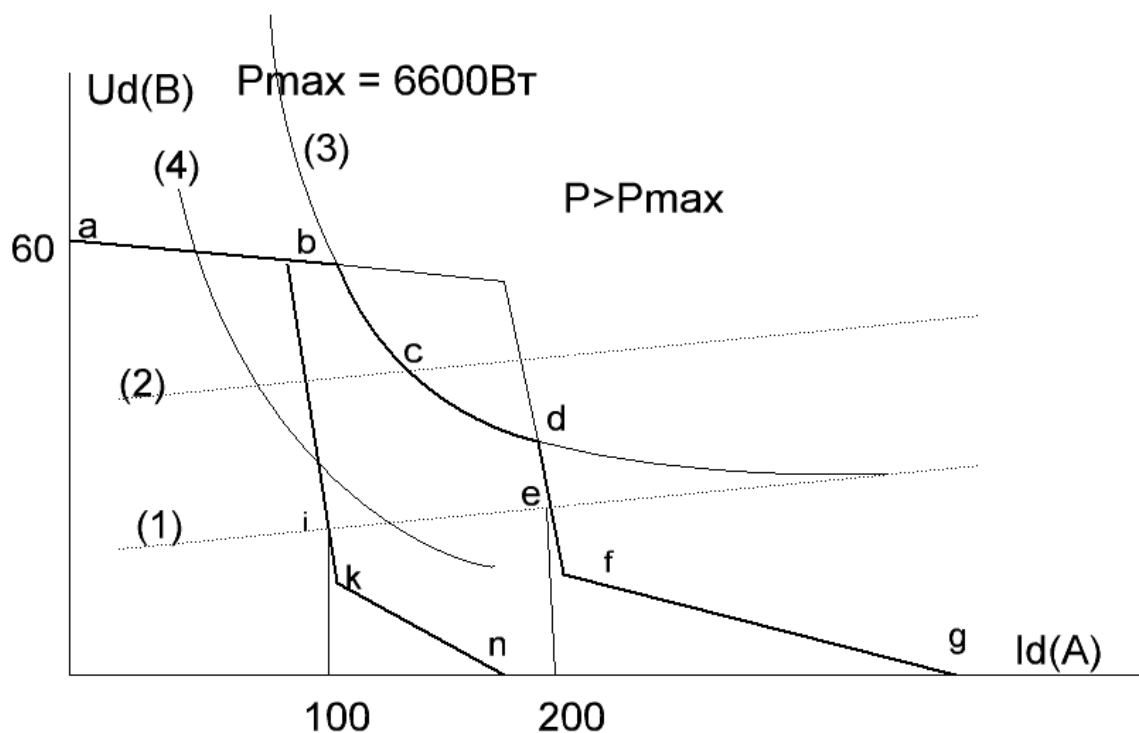
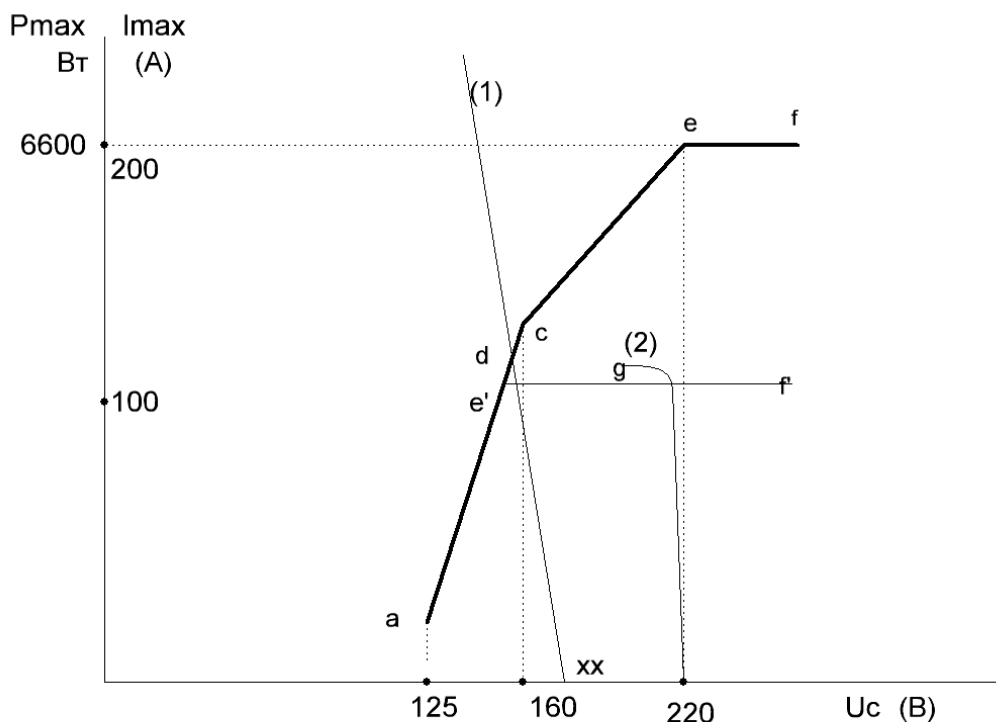

рис.2 ВАХ инвертора СТРАТ200У при напряжении сети 220В
рис.3 Зависимость максимальной мощности инвертора от напряжения сети
ВАХ инвертора имеет особенности с целью безопасного и удобного режима работы при пониженных напряжениях а так же при работе от электрогенератора. Вид ВАХ инвертора в режиме MMA «Кр.пад» при напряжении сети 220В представлен на рис. 2 .
Зависимость максимальной мощности инвертора «Страт 200У» от напряжения сети показана на рис.3 в виде ломаной линии (a-c-e-f). На этом же рисунке представлено также ориентировочное значения максимального сварочного тока, который можно получить при данном напряжении сети под нагрузкой. На участке c-d максимальная мощность инвертора уменьшается пропорционально напряжению сети. При напряжении менее 160 В на участке (a-c) мощность падает более резко. Это позволяет в большинстве случаев реализовать специальную функцию инвертора - автоматический выбор тока, близкого к максимально возможному току для данной сети, не допуская падения напряжения под нагрузкой ниже 150 В.
Для примера на рис.3 изображена линия (1), представляющая собой одну из возможных характеристик реальной сети. Точка хх соответствует напряжению холостого хода в сети (в данном случае – порядка 175 В) а точка d напряжению сети под нагрузкой во время сварки (около 155 В). Как видно из рисунка, максимально возможный ток сварки составит порядка 110 А. Разумеется, ток меньше этого можно установить всегда, но если установить, скажем 150 А, то получится все равно 110 А.
Инвертор «Страт 200У» имеет специальный режим «По.над» для работы от генератора, который позволяет работать на токах близких к максимальным для данного генератора и одновременно не допустить превышения потребляемой мощности на длинной дуге. Это реализуется путем дополнительно задания в этом режиме мощности генератора. Для примера на рис.3, представлена внешняя характеристика генератора мощностью 3000 Вт (2), которая просто обрывается в точке g, т.к. генератор при превышении мощности глохнет. Задавая с помощью параметра 2 предельную мощность мы получим для мощности инвертора ломаную (a-e`-f)`` рис.3. В этом случае будет обеспечена устойчивая работа на токах порядка 110А, а на длинной дуге рабочая точка окажется на гиперболе (4) рис.2) и инвертор просто автоматически уменьшит ток, чтобы не превысить установленную мощность и не допустить «захлебывания» электрогенератора.